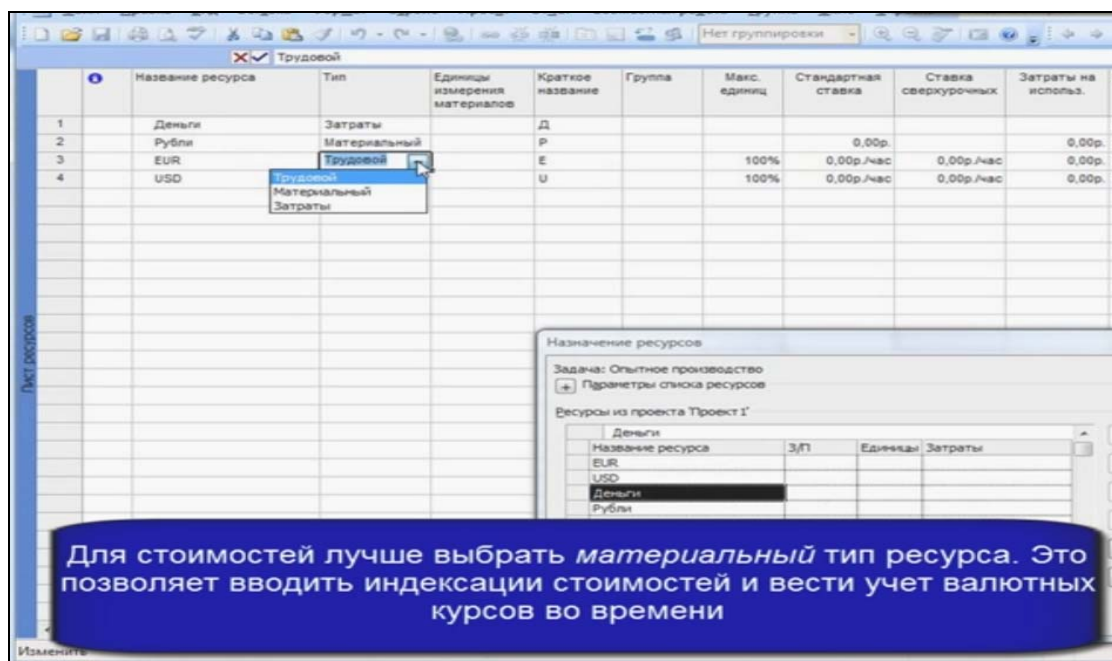

Рисунок 9 – Введение ресурсов валют для задачи
6. Вернитесь в окно «Лист ресурсов» введем не только понятие денег, но и **валюты**, с которой приходится работать, и выбираем тип ресурса «материальный» (рис. 9).